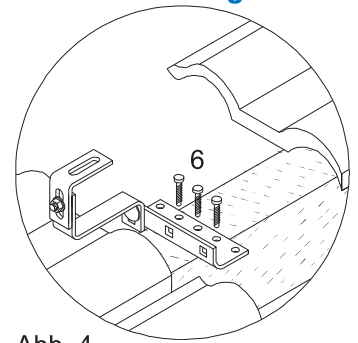

Abb. 4
2. Mit Hilfe der 3 rechteckigen Stanzungen an der Grundplatte des Hakens (1) können bei Bedarf seitliche Versetzungen ausgeglichen werden (Abb. 4).
3. Mit den 2 Torbandschrauben werden die Haken (1) an die Höhe der Dachlatte bzw. Dachziegel angepasst. Der Abstand zwischen Kollektoren und Dach soll so gering als möglich gehalten werden. Mittels Tellerkopf-Holzschraube (6) werden die Haken an den Sparren angeschraubt (Abb. 4 und 5).